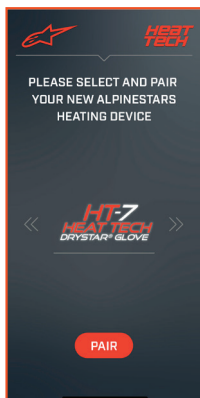

図 1
d. アルパインスターズの Heat Tech 製品の中から HT-7 HEAT TECH Drystar® グローブを選択し、「ペアリングする」ボタンをクリックします (アプリの図 1 を参照)。